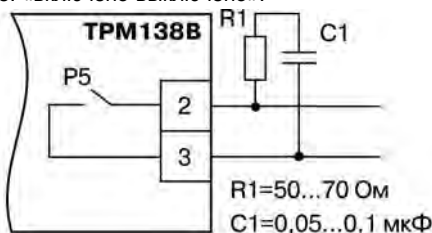

Рисунок 3.13 – Шунтирование контактов реле при работе с индуктивными нагрузками
3.2.6.3 В приборах модификации ТРМ 138В-Р в качестве выходных устройств используются **электромагнитные реле**, нормально открытые контакты которых выведены на внешние соединительные клеммы. Для увеличения срока службы реле их контакты (особенно при коммутации нагрузок индуктивного характера) рекомендуется шунтировать искрогасящими ВС-цепями (рисунок 3.13).